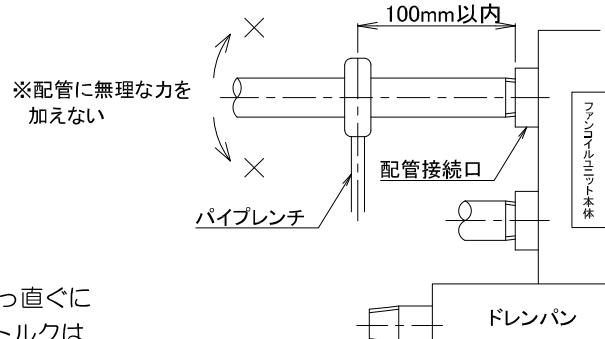

図4-1 冷温水配管施工時の注意事項
- 配管をねじ込む際は、配管に大きな力が加わらないように真っ直ぐにゆっくりとねじ込んでください。(図4-1参照)配管締め付けトルクは30N·m以下としてください。